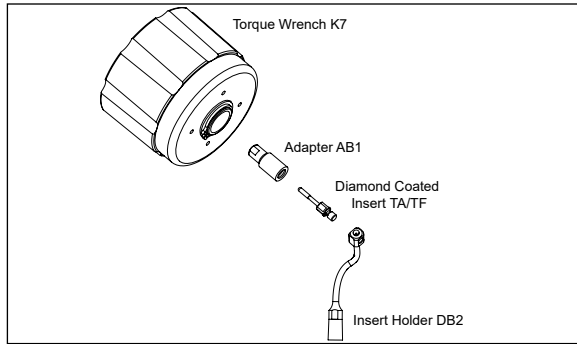

Fig. 3
- 3 Insérer l'adaptateur AB1 dans l'insert diamanté TA ou TF de la façon indiquée en Fig. 3.
- 4 Utiliser uniquement la clé dynamométrique K7, fournie avec le « Crown Preparation Kit », pour fixer l'insert diamanté (TA ou TF) au support pour inserts (DB2). Se référer à la Fig. 3.